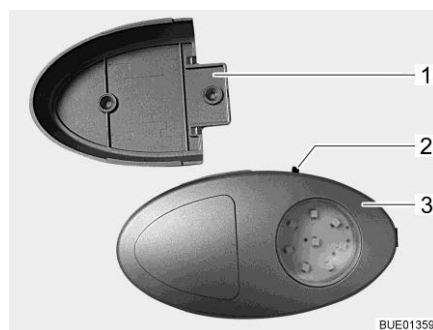

Bild 50 Klädsåpslampa/ficklampa
- ▷ Klädsåpslampan kan dras ut från skruvhållaren (Bild 50,1) och användas som ficklampa.
På-/av-brytaren (Bild 50,2) sitter direkt på klädsåpslampan (Bild 50,3).